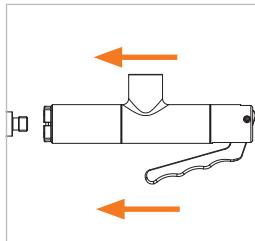

Abbildung 6
- ▶ Stecken Sie den Adapter mit gedrücktem Handhebel (Pos. 2) gerade und soweit auf den Prüfling auf, bis die Frontdichtung (Pos. 7) den Prüfling berührt (*Abbildung 6*). Dadurch wird eine Beschädigung der Frontdichtung durch eventuell scharfe Kanten am Prüfling vorgebeugt und das richtige Anschließen gewährleistet.